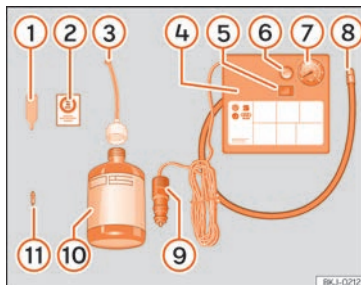

Abb. 96 Prinzipdarstellung: Bestandteile des Pannensets
Das Pannenset befindet sich im Gepäckraum unter dem Bodenbelag. Es besteht aus folgenden Bestandteilen » **Abb. 96:**
Den Reifenfüllschlauch »» Abb. 96 ⑧ wieder anschließen und den Reifenfülldruck an der Reifenfülldruckanzeige ⑦ ablesen.